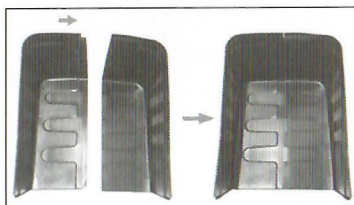
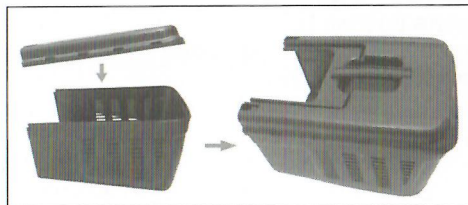

Рис. 5
Рис. 6
- Совместите две нижние части травосборника, вставьте обод левой части в прорезь правой части (Рис. 5). Затем накройте крышкой (Рис. 6).